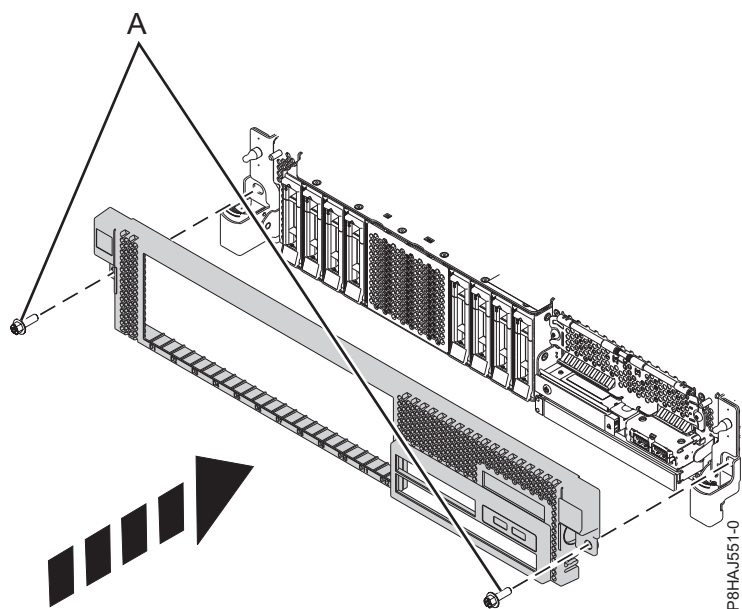

図 46. 前面カバーの取り付け
3. 64 ページの図 46 に示す方向にリリース・ラッチを押して、閉じます。 カチッという音がしてカバーが正しい位置に収まります。カバーにはより簡単につかむことができるくぼみがあります。
4. 配送用ねじ (A) を再取り付けします。